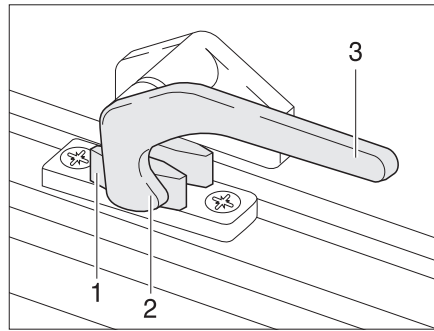

Fig. 68 Leva di serraggio in posizione "Chiuso"
- Ruotare la leva di serraggio (Fig. 68,3) di un quarto di giro verso il centro della finestra.
- Ruotare la leva di serraggio (Fig. 68,3) di un quarto di giro verso il telaio della finestra. Il nasello di chiusura (Fig. 68,2) si trova sul lato interno della chiusura della finestra (Fig. 68,1).
- In posizione "Completamente chiusa" (Fig. 68).